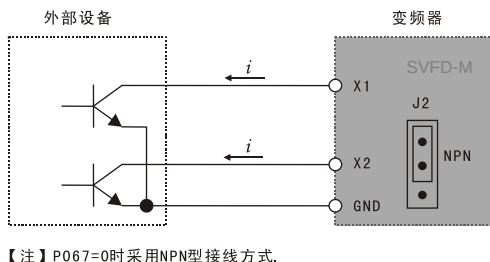

图 3-1 NPN 型接线方式
(1) 外部设备为 NPN 型接线方式,此时为漏型逻辑,电流从输入端流出(拉电流),如图 3-1 所示,同时要求参数 P067=0。